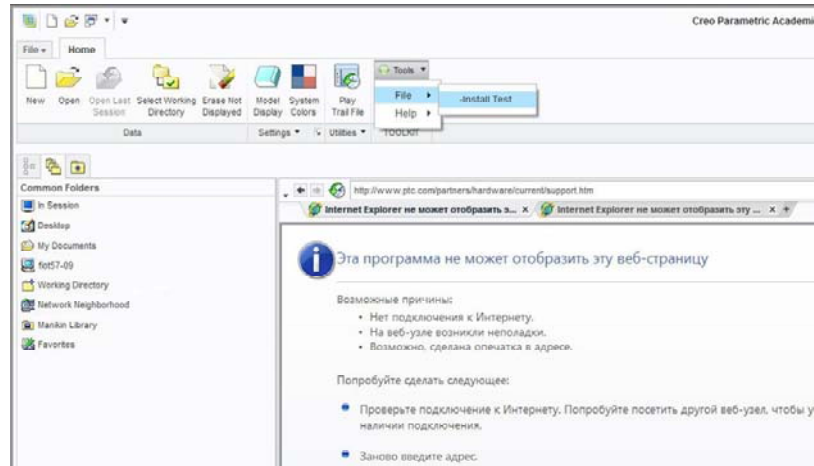

Рисунок 2 – Новый пункт меню File->Install Test в панели инструментов
11.Запускаем Creo Parametric 7.0. Если всё было выполнено правильно, то появиться пункт в меню File->Install Test (рис.2).